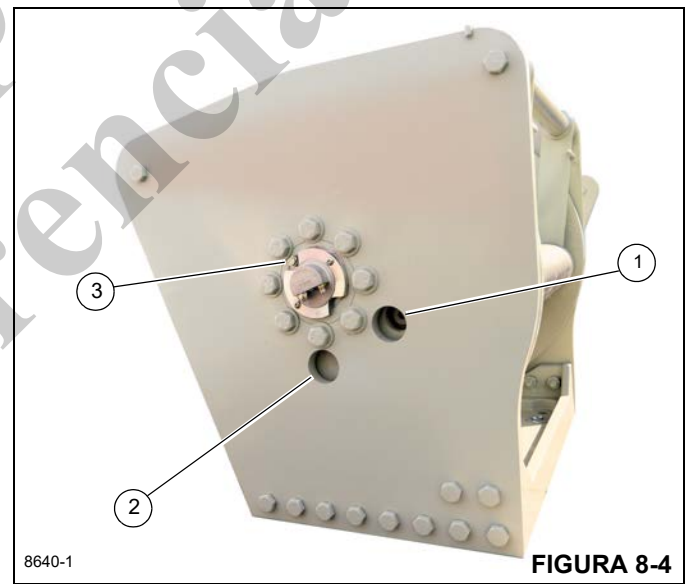

FIGURA 8-4
- Para llenar con aceite, gire el tambor de manera que la lumbrera de llenado/nivel (1, Figura 8-4) sea visible a través del agujero superior. Instale un tubo de 1 pulg con codo en el agujero de llenado (1) como ayuda para el llenado de aceite. Retire el tapón de llenado/nivel con una llave de casquillo hexagonal y llene el mecanismo con 3.3 l (3.50 qt) de aceite para engranajes. Consulte la sección "Puntos de lubricación" en la página 8-3.
- Gire el tambor hasta que el tapón de llenado/nivel de aceite (1, Figura 8-4) sea visible en el agujero de inspección.
- Retire el tapón de llenado/nivel (1) e inspeccione visualmente el nivel de aceite. El aceite deberá estar al nivel del fondo del agujero de inspección. Si se necesita más aceite, añada lubricante y reinstale el tapón de llenado/nivel.
- Para vaciar y añadir aceite nuevo, retire el tapón de ventilación (3, Figura 8-4). Retire el tapón de vaciado (2) con una llave de casquillo hexagonal y luego enrosque un tubo de 1 pulg en el agujero del tapón de vaciado (2) para vaciar el aceite. Vacíe el aceite hidráulico.